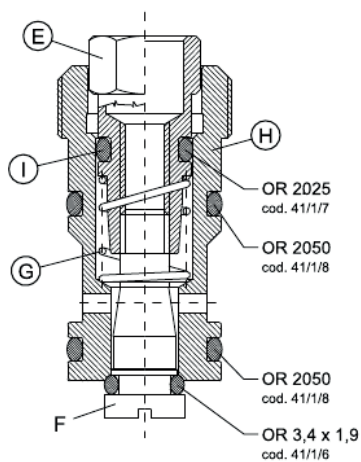

FIGURA 4
- smontare ogni vitone nei suoi componenti base bloccando, con una chiave esagonale da 10 mm, il dado vitone E e svitando contemporaneamente con un cacciavite a taglio la vite vitone F di figura 4 posta sull'altro lato;
- estrarre il dado vitone E, la molla vitone G e la vite vitone F dal corpo vitone H di figura 4;
- controllare le condizioni degli OR presenti, in particolare la guarnizione OR I di figura 4 montata sul dado vitone E, ed eventualmente sostituirli;
- utilizzando un pennellino, spalmare la guarnizione OR I di figura 4 con grasso alimentare;